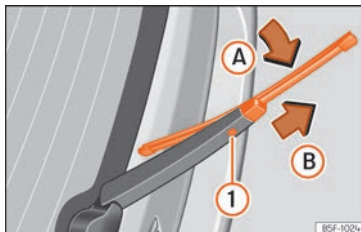

Abb. 42 Scheibenwischerblatt der Heckscheibe auswechseln.
- Wischerblatt leicht drehen » Abb. 42 (Pfeil A).
- Die Entriegelungstaste ① gedrückt halten und gleichzeitig das Scheibenwischerblatt in Pfeilrichtung B abziehen.
- Neues Heckscheibenwischerblatt **gleicher Länge und Ausführung** auf den Scheibenwischerarm entgegen der Pfeilrichtung B schieben, bis der Mechanismus ① einrastet.